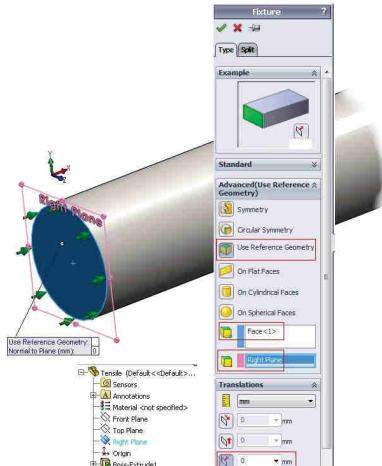

Fig. 9.6
- Se va anula translația piesei pe direcția X pe fața din fig. 9.6.
- The 0 value will be imposed for the X translation on the **Right** plane face fig. 9.6.